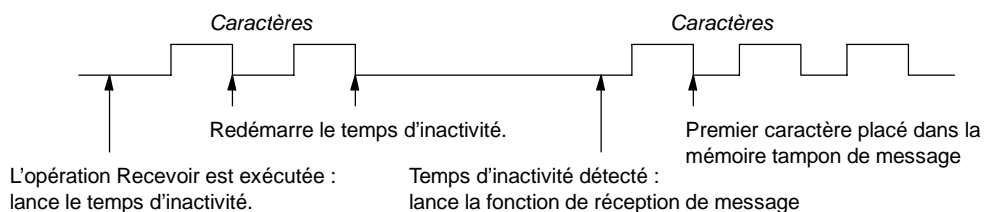

Figure 6-11 Utilisation de la détection du temps d'inactivité pour démarrer l'opération Recevoir
1. *Détection de ligne inactive* : La condition de ligne inactive est définie comme un temps de repos ou d'inactivité sur la ligne de transmission. Une réception commence lorsque la ligne de communication a été au repos ou inactive pendant le nombre de millisecondes indiqué dans le mot SMW90 ou SMW190. Lorsque l'opération Recevoir dans votre programme est exécutée, la fonction de réception de message déclenche une recherche de ligne inactive. Si des caractères quelconques sont reçus avant l'expiration du délai de ligne inactive, la fonction de réception de message n'en tient pas compte et relance la temporisation de ligne inactive avec le temps indiqué dans le SMW90 ou le SMW190 (voir figure 6-11). Une fois le délai de ligne inactive expiré, la fonction de réception de message stocke tous les caractères ultérieurs reçus dans la mémoire tampon de message.